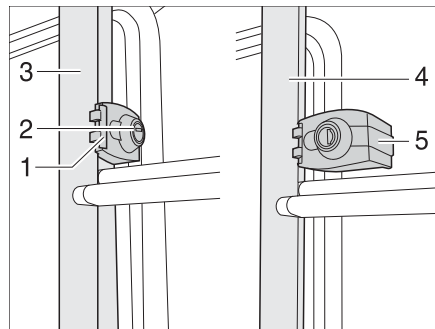

Fig. 1 Dispositif de verrouillage de l'échelle arrière
- Insérer la clé dans le cylindre de fermeture (Fig. 1,2) du verrouillage de l'échelle arrière (Fig. 1,1) et tourner d'un quart de tour jusqu'à ce que la clé soit à la verticale.
- Maintenir la partie rabattable de l'échelle arrière (Fig. 1,4) et faire pivoter l'étrier de sûreté (Fig. 1,5).
- Insérer la clé dans le cylindre de fermeture (Fig. 1,2) du verrouillage de l'échelle arrière (Fig. 1,1).
- Faire pivoter l'étrier de sûreté (Fig. 1,5) vers l'intérieur autour du tube de la partie fixe de l'échelle arrière (Fig. 1,3).